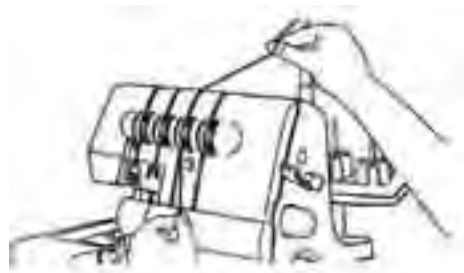

Fig. 17
4. Tenez le fil avec les doigts, guidez-le entre les disques du sélecteur de tension du fil **16** et tirez-le ensuite vers le bas (3) (Fig. 17).